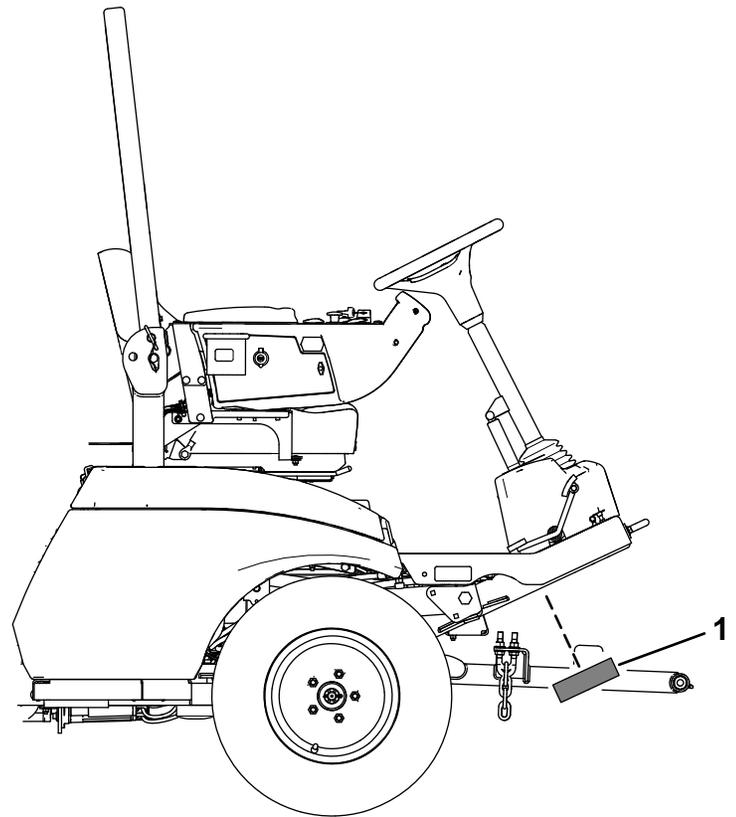

Figura 37
5. Instale a placa na estrutura (Figura 37).